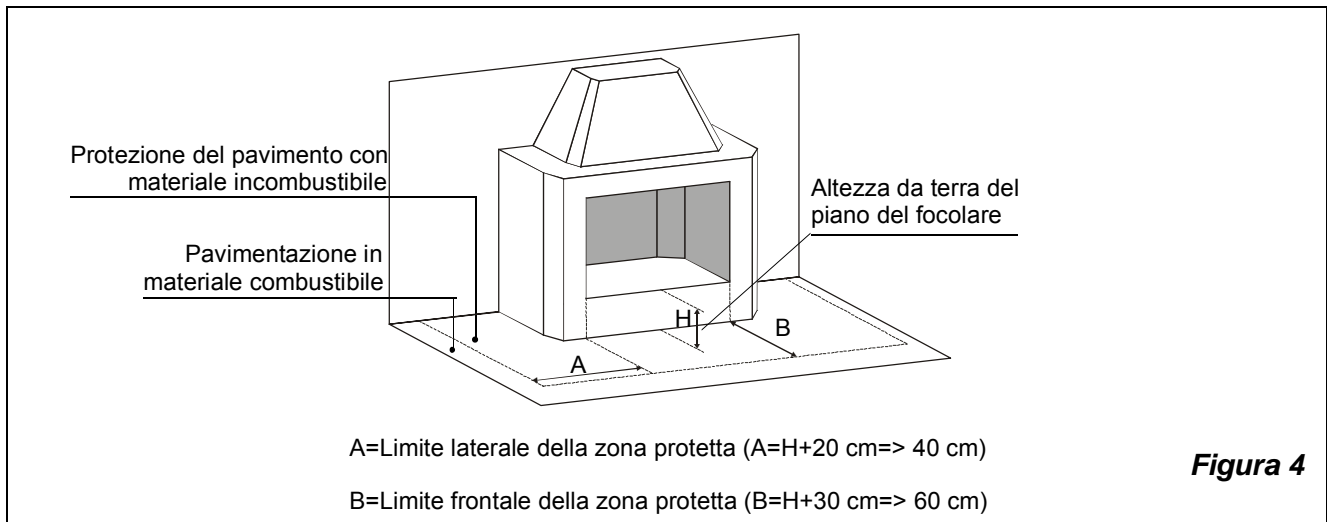

Figura 4
- b) qualora l'apparecchio dovesse essere installato su di un pavimento non completamente refrattario, bisogna prevedere un sottofondo ignifugo, per esempio una pedana d'acciaio (dimensioni secondo l'ordinamento regionale. (vedi Figura 4)